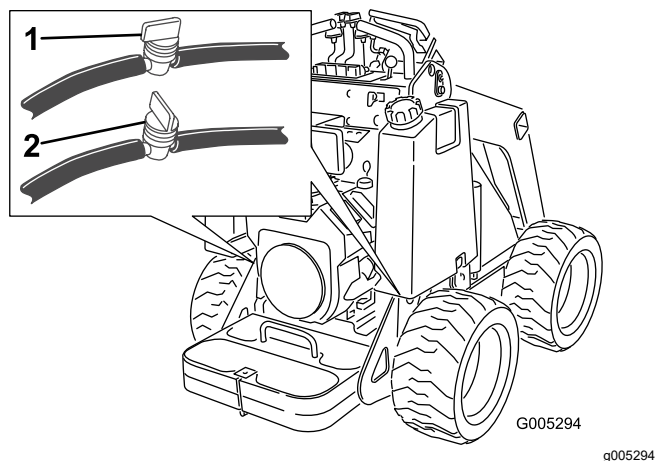

Figura 31
2. Cierre la válvula de combustible, situada debajo de cada depósito de combustible (Figura 31).
8. Abra la válvula o las válvulas de combustible, situadas en la manguera o mangueras cerca de la parte inferior del depósito o de los depósitos de combustible, según se muestra en la Figura 31.
3. Cierre la válvula de combustible, situada en la manguera cerca del fondo del depósito o los depósitos de combustible, tal y como se muestra en la Figura 31.